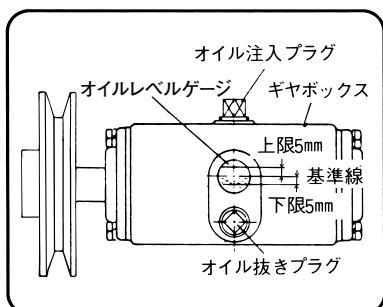

図 43
(1) ギヤボックス内(図 43)のギヤオイルの量をオイルレベルゲージにより点検し、不足している場合は補給してください。
(2) ギヤオイルを半年に1回ぐらい、次の手順で交換してください。